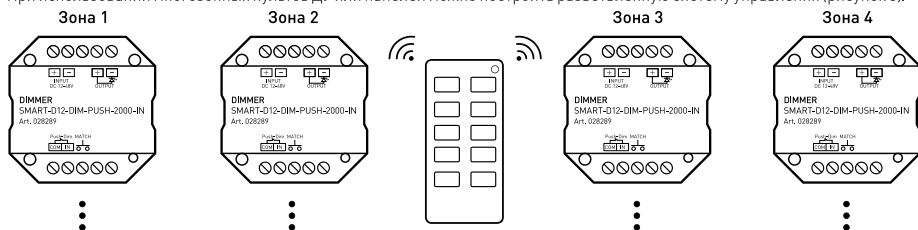

Рисунок 3. Вариант построения системы с 4-зонным пультом дистанционного управления
3.10. При использовании многозонных пультов ДУ или панелей можно построить разветвленную систему управления (рисунок 3).